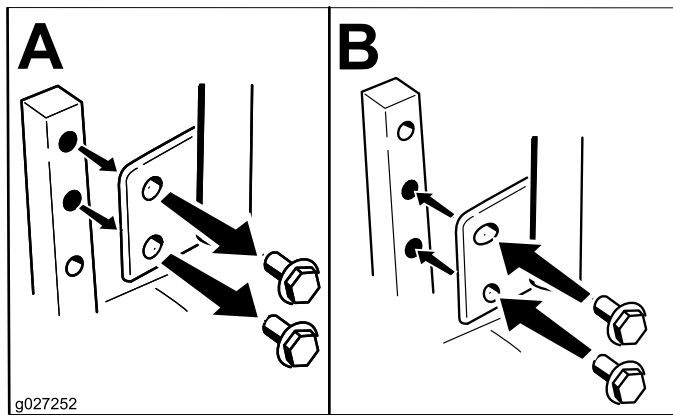

Figure 21
2. Desserrez le boulon inférieur jusqu'à ce qu'il soit possible de faire pivoter le levier de commande en avant ou en arrière (Figure 21). Resserrez les deux boulons pour fixer la commande à sa nouvelle position.